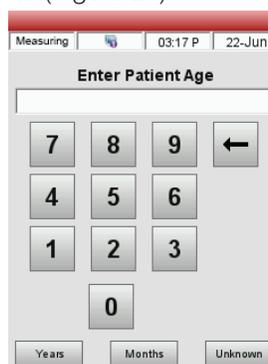

Figura 20. Schermo Misurazione > Inserire l'età del paziente
4. Immettere l'età del paziente (Figura 20).